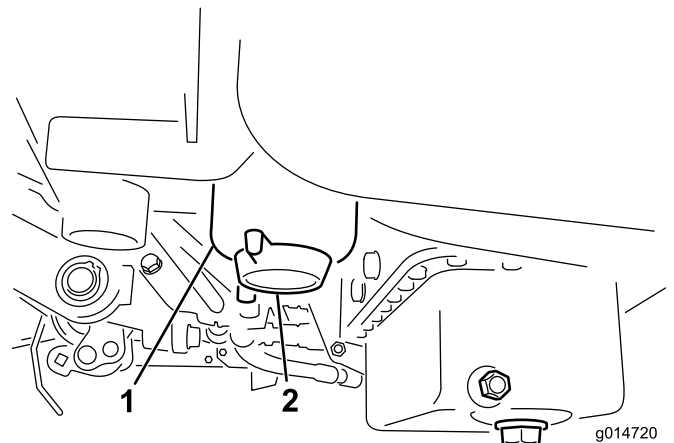

Bild 45
2. Reinigen Sie den Anbaubereich der Filterglocke (Bild 45).
4. Öffnen Sie das Filterablassventil (Bild 45).